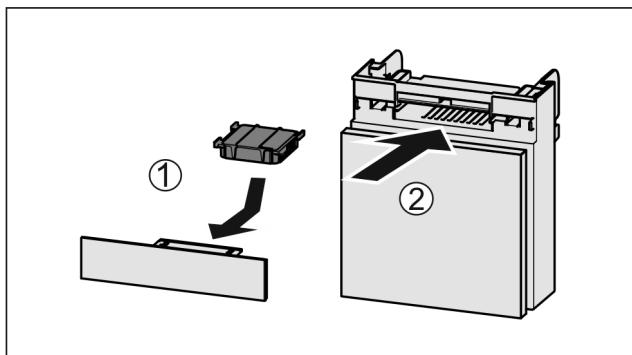

Fig. 83
- Introduceți Fig. 83 (1) filtrul de cărbune activ după cum se vede în figură.
- Împingeți Fig. 83 (2) compartimentul în interior.